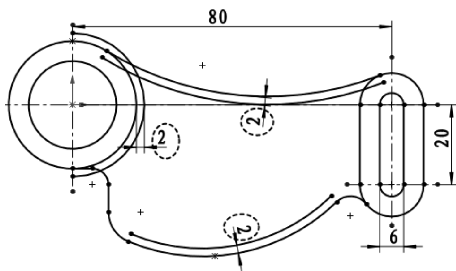

图 2-124 创建 3 条等距曲线
- 单击【等距实体】按钮，偏移出如图 2-124 所示的内部轮廓中的中间线段。